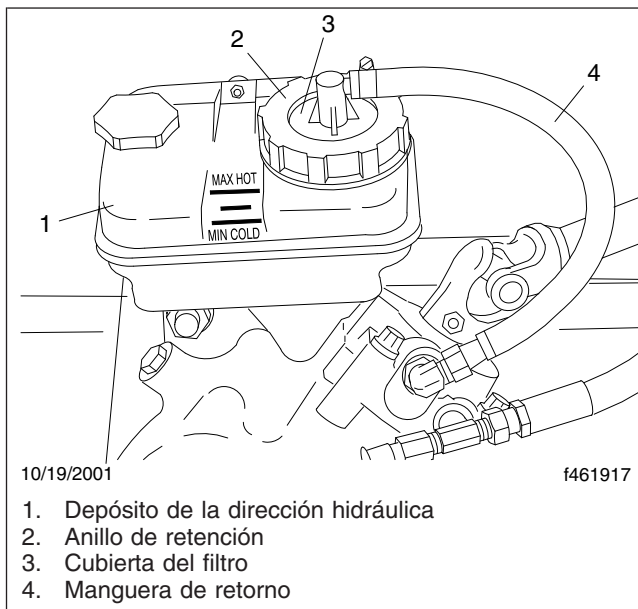

Figura 2, Depósito de la dirección hidráulica
3. Quite el anillo de retención del depósito. Vea la **Figura 2**.
nimo al estar frío) y MAX HOT (máximo al estar caliente). Vea la **Figura 2**.